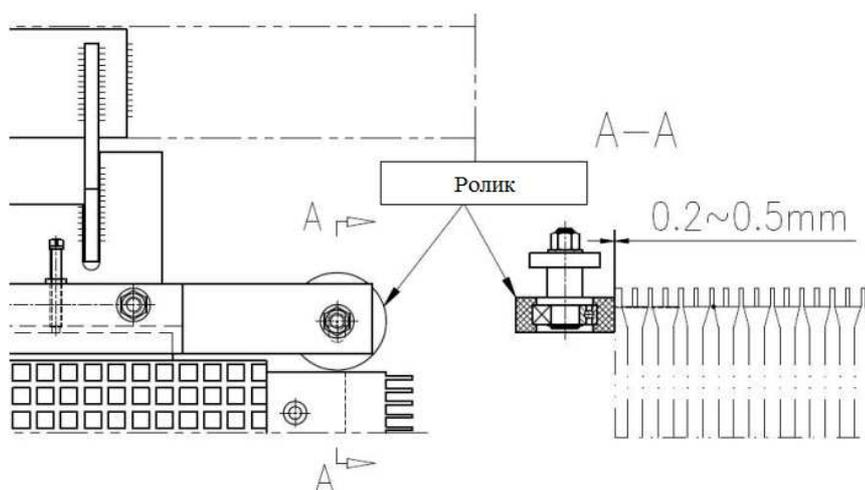

Рисунок 1.38 – Зазоры после установки ролика.
- 4) Проверить зазор между направляющим роликом и ступенью (рис. 1.38).